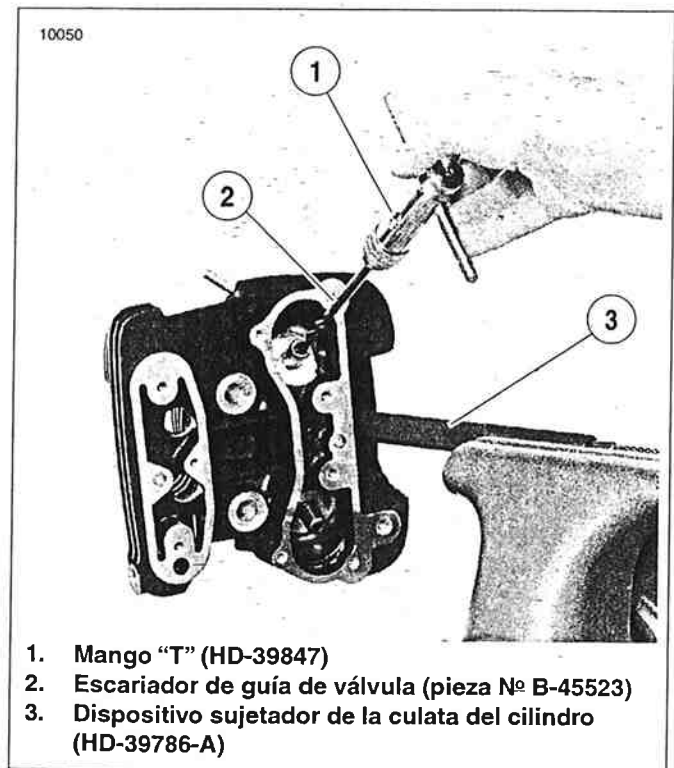

Figura 3-37. Escariado del diámetro interior de la guía de la válvula
- f. Verifique que el soporte de sujeción (3) y el extractor/instalador estén a escuadra. Centre el extractor/instalador bajo el ariete y presiónese la guía de la válvula más adentro del diámetro interior, después vuelva a retirar el ariete para permitir que la guía de la válvula encuentre el centro.
- g. Repita el paso anterior y después aplique presión al extractor/instalador hasta que la manga del instalador (2) haga contacto con el área maquinada de la culata del cilindro alrededor de la guía de la válvula.
- a. Vea la Figura 3-37. Enrosque el extremo de 12 mm del DISPOSITIVO SUJETADOR DE LA CULATA DEL CILINDRO (HD-39786-A) dentro del agujero de la bujía de la culata del cilindro.